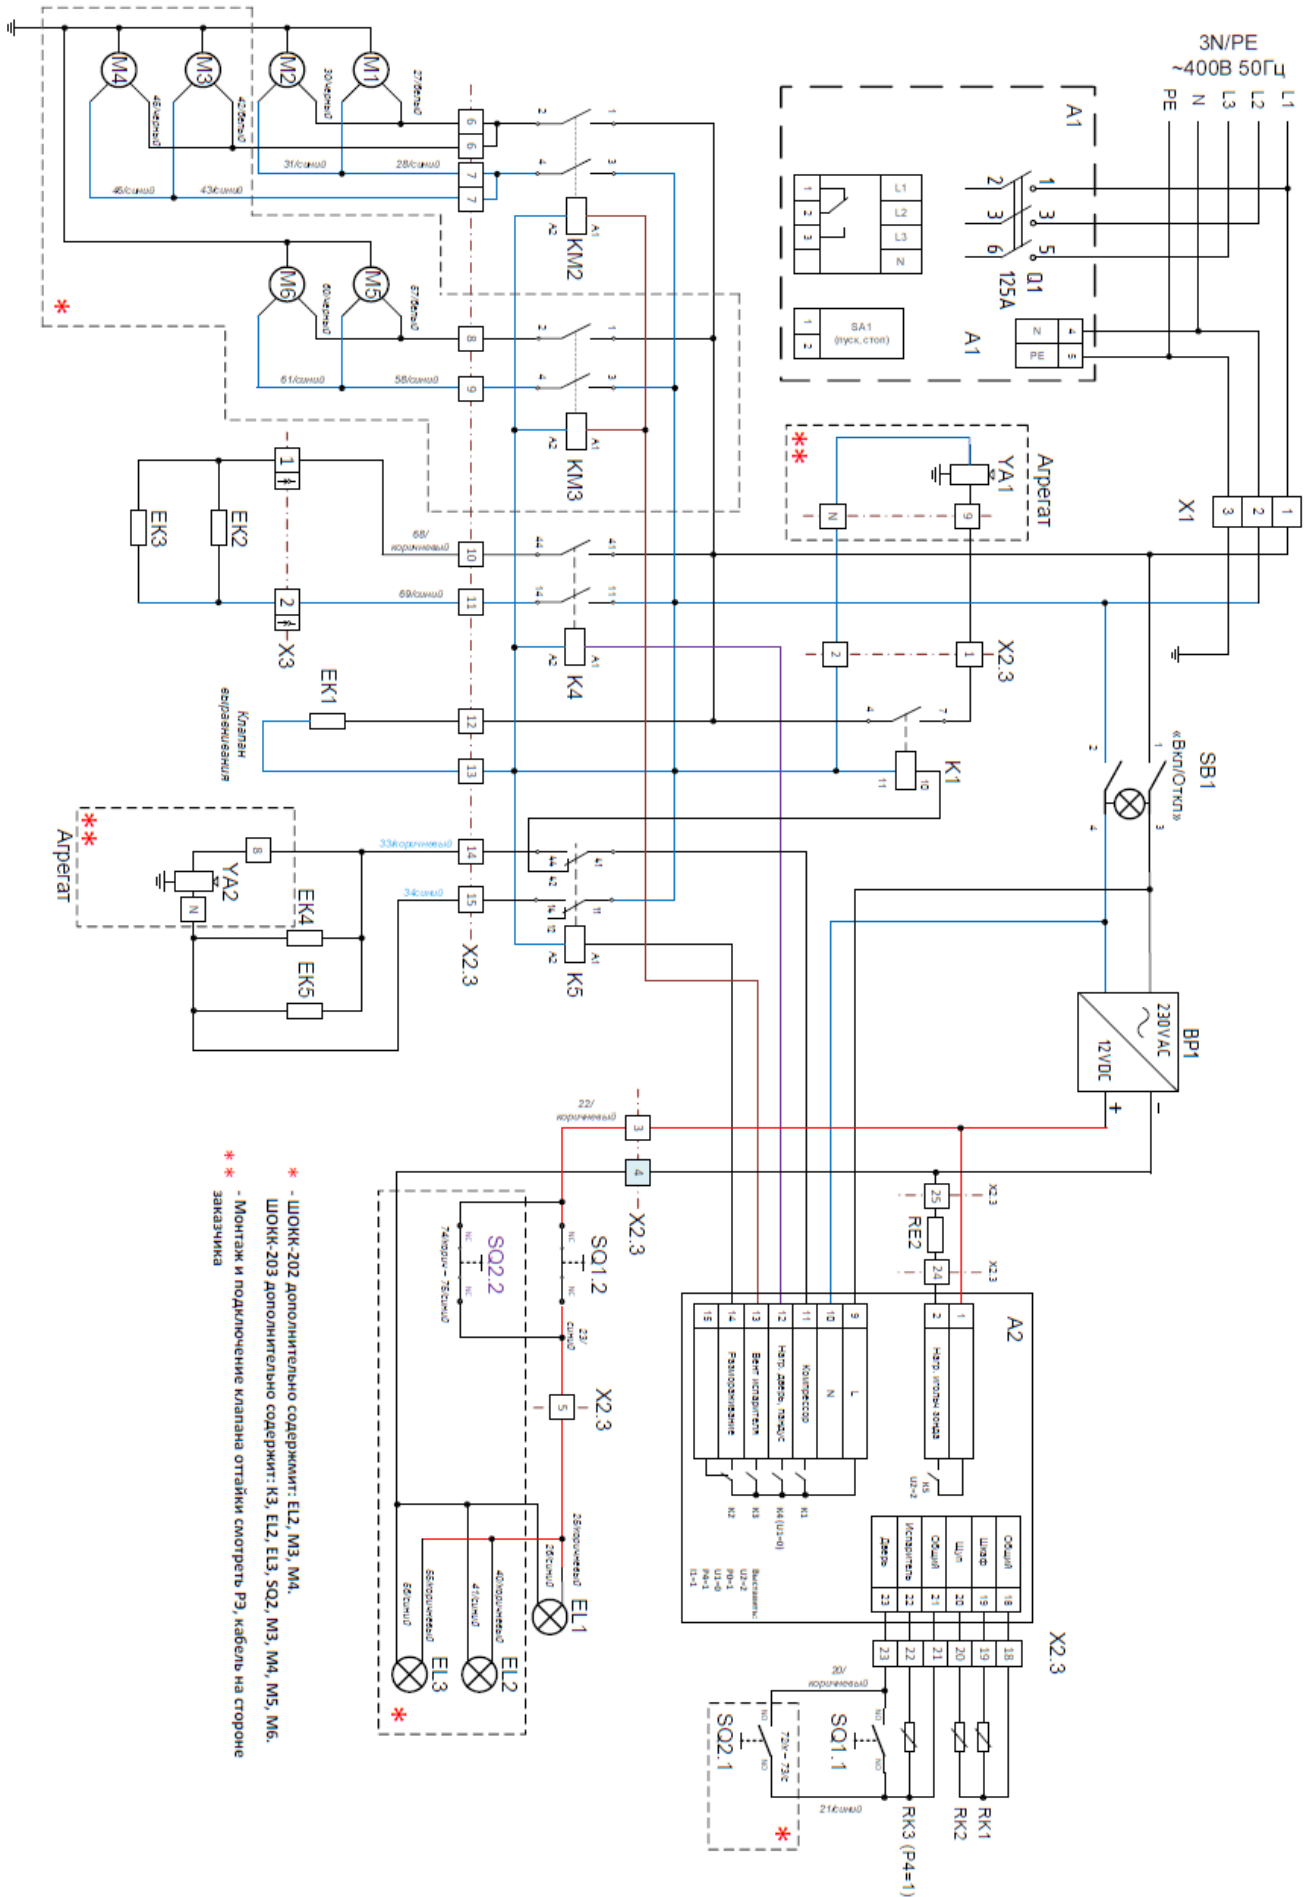

Рис. 31 Принципиальная электрическая схема камер ШОКК-201, ШОКК-202, ШОКК-203
- установите новый шнур питания, аналогичный штатному шнуру питания (см. п. 7.4 настоящего Руководства), в соответствии со схемой на рис. 31.